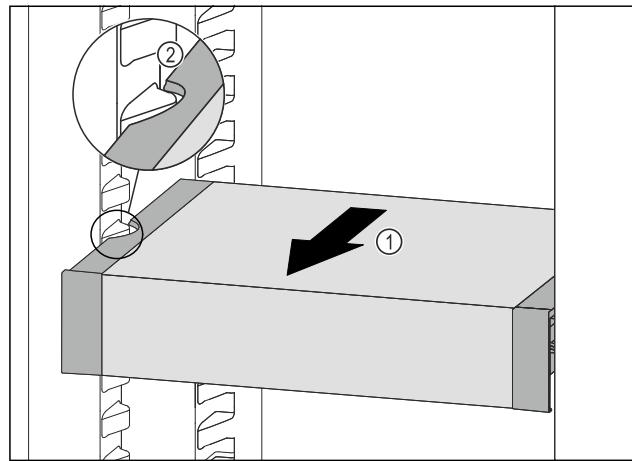

Fig. 56
- Потягнути VarioSafe вперед Fig. 56 (1), поки бокові заглиблення VarioSafe не опиняться на рівні ребра для резервуара в охолоджувальному відділенні. Fig. 56 (2)